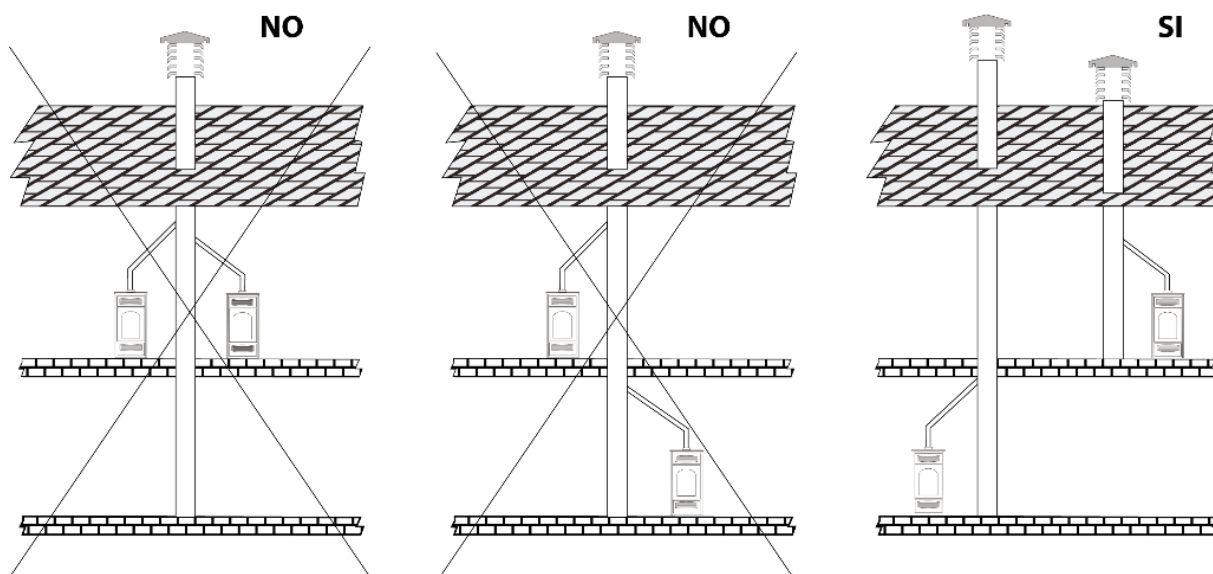

図 1
- 集合煙道は許可されておらず、いかなる種類の他の暖炉、ストーブ、ボイラー、または換気フードを接続することもできません（図 1）。